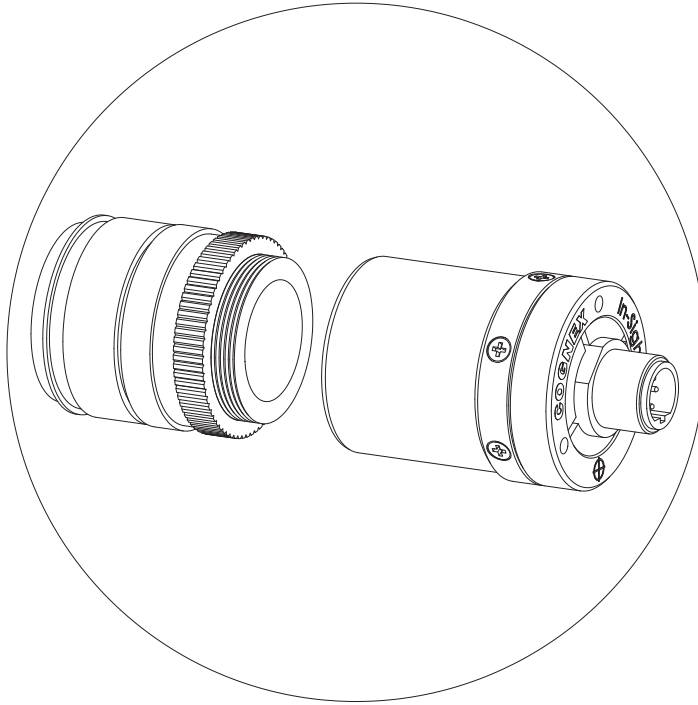

Figure 2-3 : Installation de l'objectif
1. Installez un objectif à monture CS ou C (avec une bague allonge de 5 mm) sur la caméra déportée (Figure 2-3).